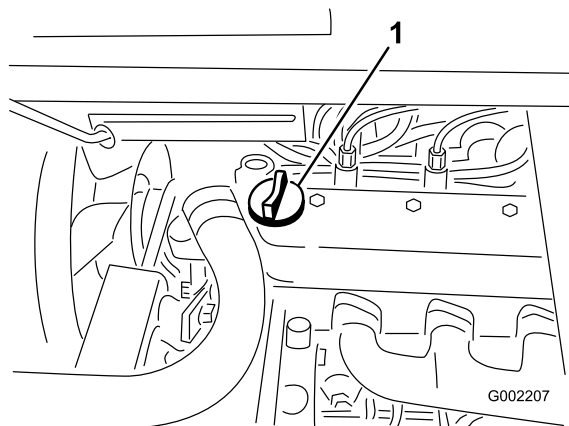

Figure 41
3. Si le niveau d'huile est bas, enlevez le bouchon de remplissage du couvre-culasse (Figure 41) et ajoutez la quantité d'huile nécessaire pour amener le niveau au repère maximum sur la jauge. Reportez-vous à la section Contrôle du niveau et vidange de l'huile moteur, pour